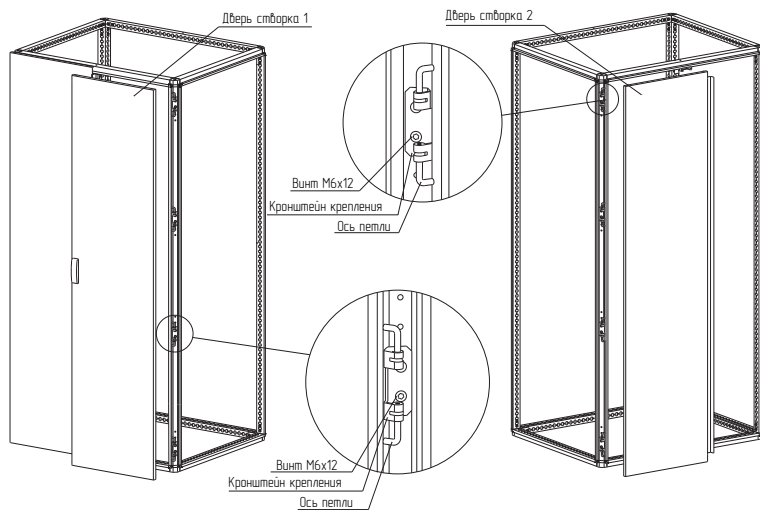

Рисунок 29
4.15.3 Закрепить петли на каркасе на левой и правой стойке (рисунок 29). Для крепления использовать винты М6×12. Момент затяжки – 7 Н·м.